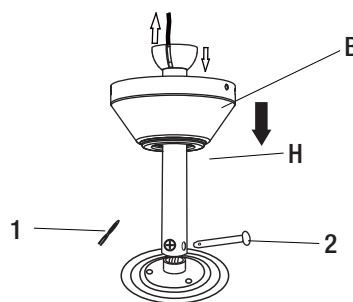

Figura 5
- Extraiga el pasador de chaveta (1) y el pasador (2) de la unidad de la vara (H) y sepárelos para volver a colocarlos luego.
- Coloque la unidad de la vara (H) a través de la cubierta del techo (B). Inserte los cables del motor a través de la unidad de la vara (Figura 5).